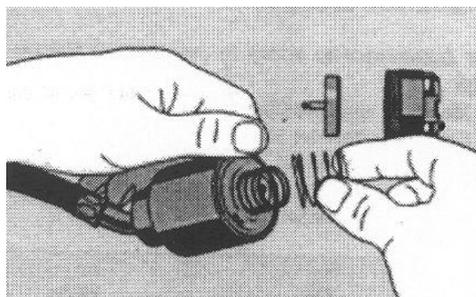

Figura 2
- A mola fina externa (mola de indicação) deve ser desengatada cuidadosamente do came de travamento, da parte de baixo do interruptor (ver Figura 2)